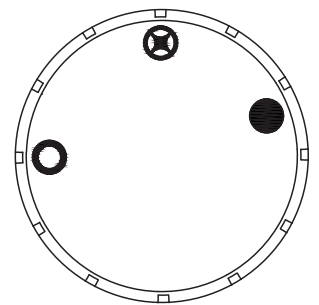
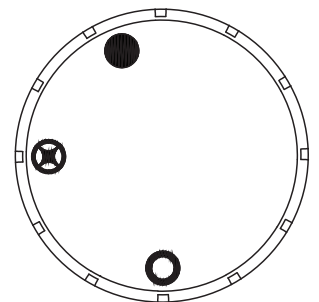

Fig. 22a
Fig. 23a
3. Presione la perilla de control suavemente y gírela  hacia la derecha a la posición "OFF" . (Ver Fig. 22a)
4. Espere cinco (5) minutos para que se vacíe todo el gas. Luego huelga en busca de gas, incluyendo cerca del piso. Si huele gas, ¡ALTO! Siga "B" en la información de seguridad anterior. Si no huele a gas, vaya al siguiente paso.
5. Presione la perilla de control suavemente y gírela  hacia la izquierda a la posición "PILOT" . (Ver Fig. 23a) Oprima la perilla de control.